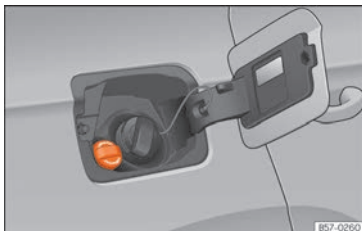

Fig. 265 Tampão do bocal de enchimento do reservatório do AdBlue.
- Abrir a tampa do depósito » » » Fig. 265.
» Fig. 265.